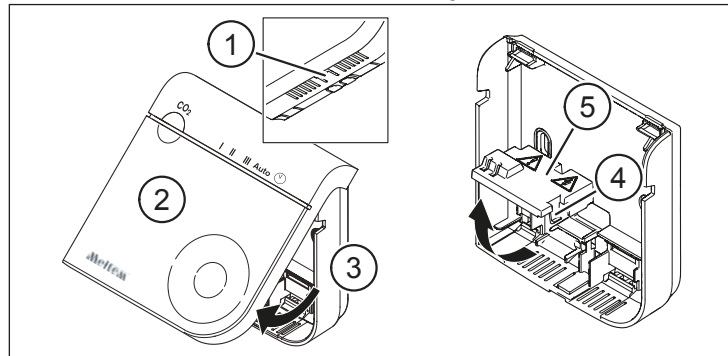

Fig. 2: Retrait du couvercle et du capot de sécurité
- ▶ Appuyez sur l'ergot (pos. 1 dans Fig. 2) sur la partie inférieure du boîtier (pos. 3 dans Fig. 2) et retirez le couvercle (pos. 2 dans Fig. 2) du boîtier.
- ▶ Appuyez sur le crochet d'encliquetage (pos. 4 dans Fig. 2) à l'aide d'un petit tournevis pour vis à fente et relevez le capot de sécurité (pos. 5 dans Fig. 2).
- ▶ Rabattez le capot de sécurité (pos. 5 dans Fig. 2) jusqu'à l'entendre s'encliquer.